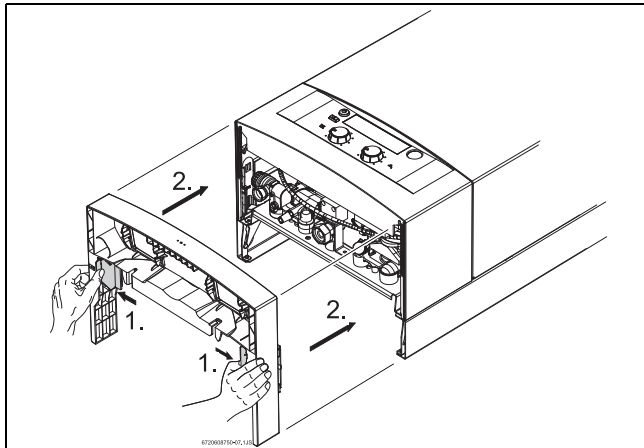

Рис. 15 Положение установки декоративной панели
- ▶ Установить декоративную панель, как показано на рис. 15.